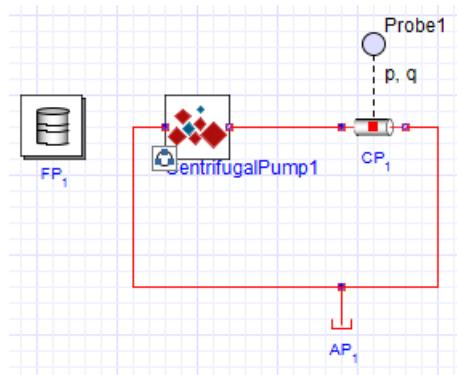

図6.12 遠心ポンプのカスタムコンポーネント
- 20 カスタムコンポーネントをモデルワークスペースにドラッグし、指定されたモデルコンポーネントと表6.5 「遠心ポンプのコンポーネント」 に示す設定を使用して、図6.12 「遠心ポンプのカスタムコンポーネント」 に示すモデルを作成します。